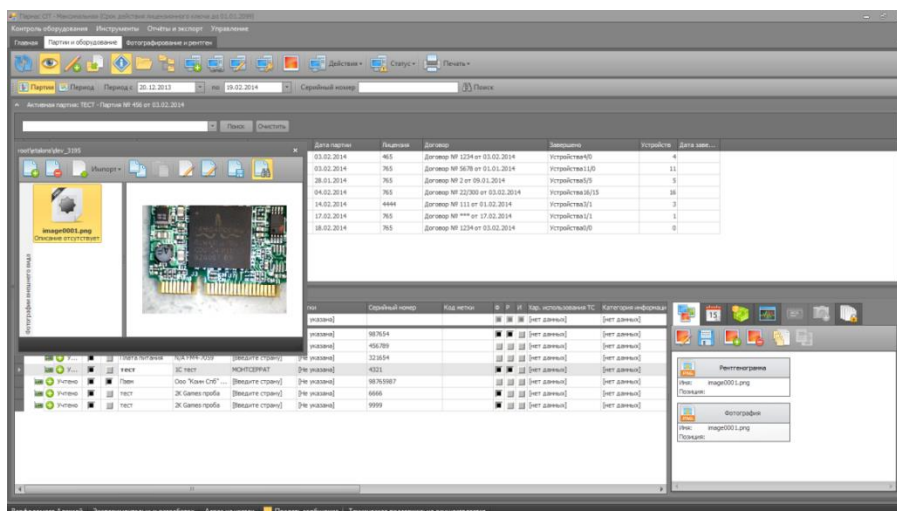

Рисунок 90
- В форме **Партии и оборудование**, выберите партию\счет, а затем выберите устройство для проведения рентгенографического исследования. (Рис. 90)